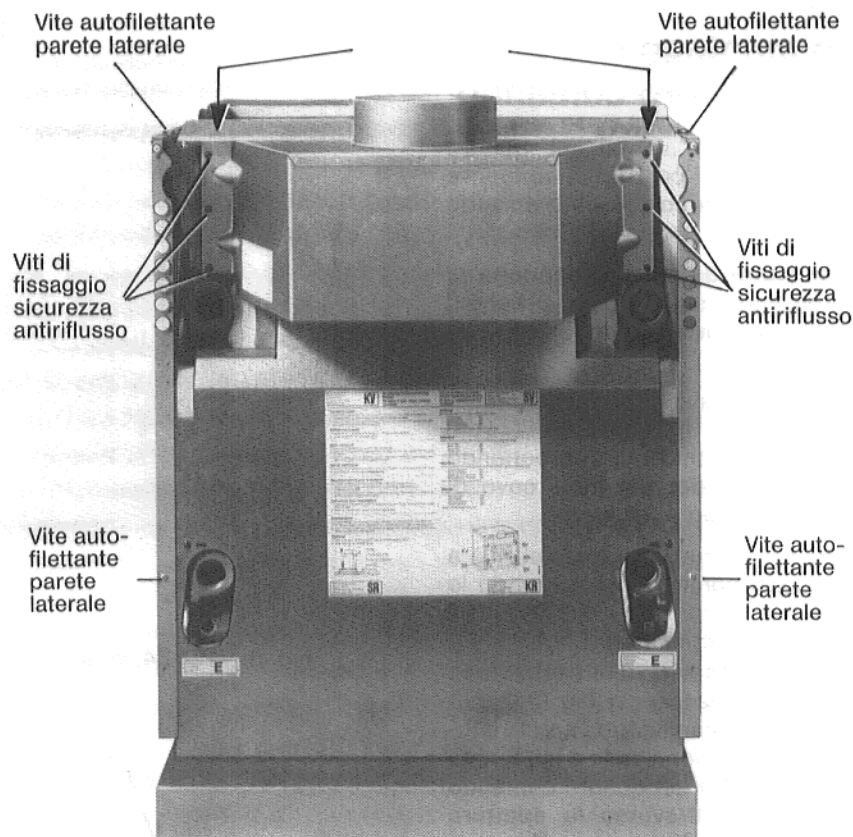

Fig. 6: G_324, parte posteriore
- Fissare la sicurezza antiriflusso al collettore dei gas di scarico con otto viti di fissaggio (Fig. 6).
2. Fissare la parete laterale alla traversa sulla parte superiore della caldaia con una vite autofilettante (Fig. 6).
3. Fissare la parete laterale posteriormente, per mezzo di una vite autofilettante avvitata nella madre vite a molla (Fig. 6).